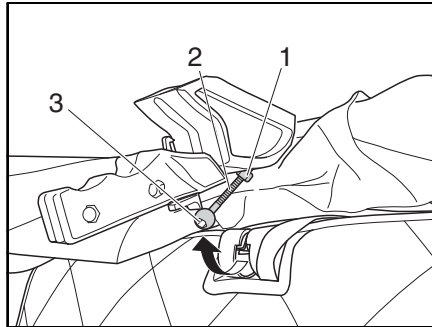

Bild 45 Verriegelung Aufstelltdach
- Bolzen (Bild 45,2) aus der Verriegelungsaufnahme schwenken.
- Sechskantschraube (Bild 45,1) lösen.
- Bolzen mit einem Innensechskantschlüssel an der Innensechskant-Aufnahme (Bild 45,3) anziehen.
- Sechskantschraube (Bild 45,1) anziehen und Bolzen (Bild 45,2) in Verriegelungsaufnahme schwenken.